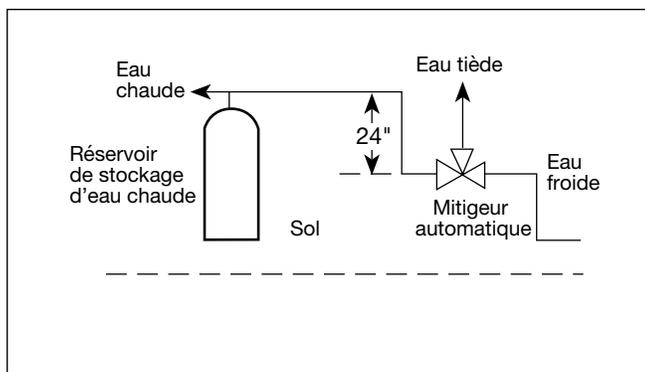

Figure 7. Installation d'un robinet mitigeur.
7. Lors de l'installation d'un mitigeur, placez-le au bas de la boucle anti-thermosiphon d'au moins 61 cm (24") de haut pour empêcher un excès d'eau chaude d'entrer dans l'alimentation en eau mélangée (voir Figure 7). Faites monter l'alimentation en eau froide du sol au mitigeur.